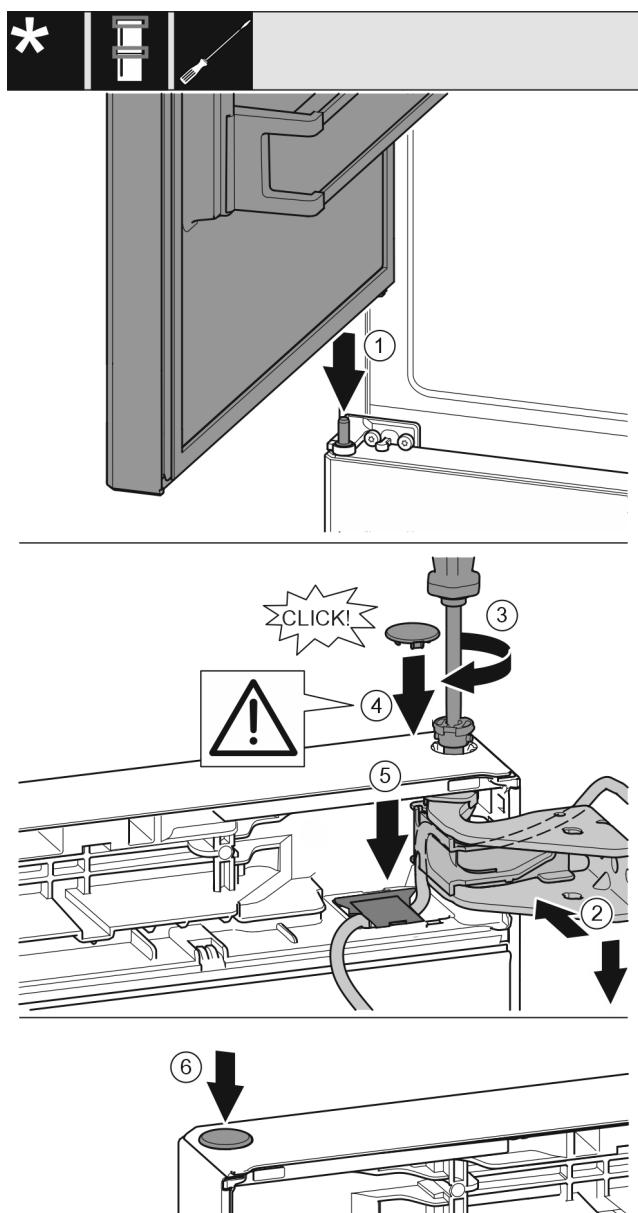

Fig. 42
- Obere Tür auf mittleren Lagerbolzen setzen Fig. 42 (1)
- Tür oben zur Öffnung im Lagerbock ausrichten. Fig. 42 (2)
- Bolzen einsetzen und mit Schraubendreher T15 fest-schrauben. Fig. 42 (3)
- Sicherungsabdeckung zur Sicherung der Tür montieren: Sicherungsabdeckung einsetzen und kontrollieren ob sie auf der Tür aufliegt. Ansonsten Bolzen vollständig einsetzen. Fig. 42 (4)
- Abdeckung einsetzen und nach unten drücken bis sie einrastet. Fig. 42 (5)
- Stopfen einsetzen. Fig. 42 (6)